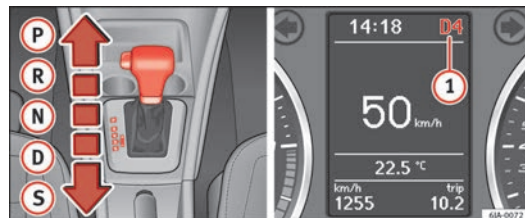

Fig. 106 Palanca selectora / Pantalla informativa: posiciones de la palanca selectora
La posición actual de la palanca selectora se indica en la pantalla del cuadro general de instrumentos ① ⇒ fig. 106.
- En la posición **D** empuje la palanca selectora hacia la derecha. La posición elegida de la palanca selectora se indica en la pantalla del cuadro general de instrumentos junto con la marcha engranada ① ⇒ fig. 106.